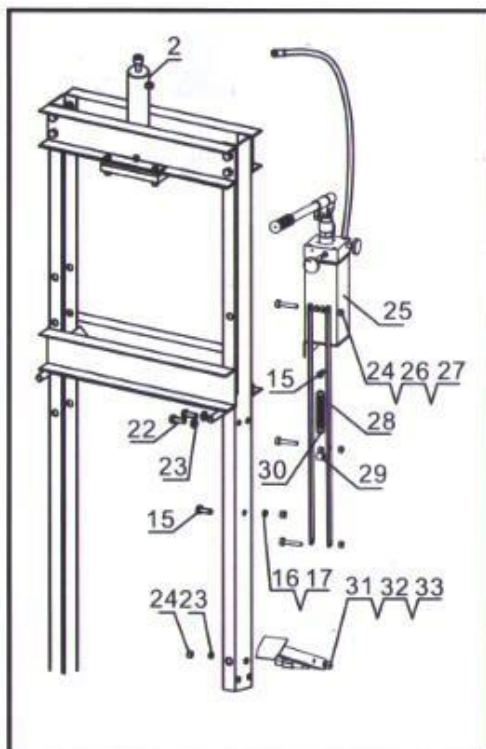

Рис. 6
- Закрепите насос (25) на раме болтами (22), (15), с шайбами (23),(16), гайкой (17). Закрепите пружину (30) педального узла с помощью болта (15). Закрепите педаль гайкой (24) с шайбой (23). Закрепите педальный узел к рукоятке болтом (26), гайками (24) и гайкой (27). См. рис. 6.